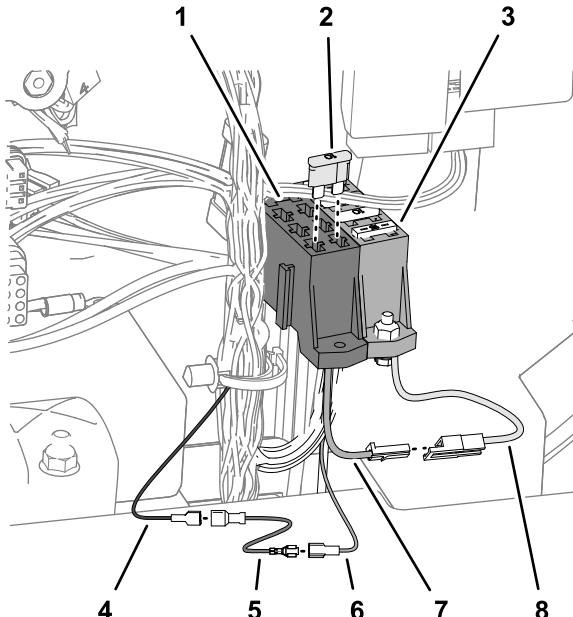

Figure 42
1. Montez le porte-fusibles de faisceau supplémentaire (réf. 92-2641) sur le porte-fusibles de la machine (Figure 42).
2. Connectez le porte-fusibles de faisceau (réf. 92-2641) au porte-fusibles (Figure 42) de la machine comme suit :
3. Connectez le faisceau de démarrage avec la clé (réf. 107-0672) au fil du porte-fusibles de faisceau (réf. 92-2641) (Figure 42) comme suit :
4. Connectez le faisceau de démarrage avec la clé (réf. 107-0672) au câble d'alimentation auxiliaire du faisceau du kit Polar Trac (Figure 42) comme suit :
5. Insérez le fusible (10 A) dans l'emplacement libre du porte-fusibles (Figure 42).